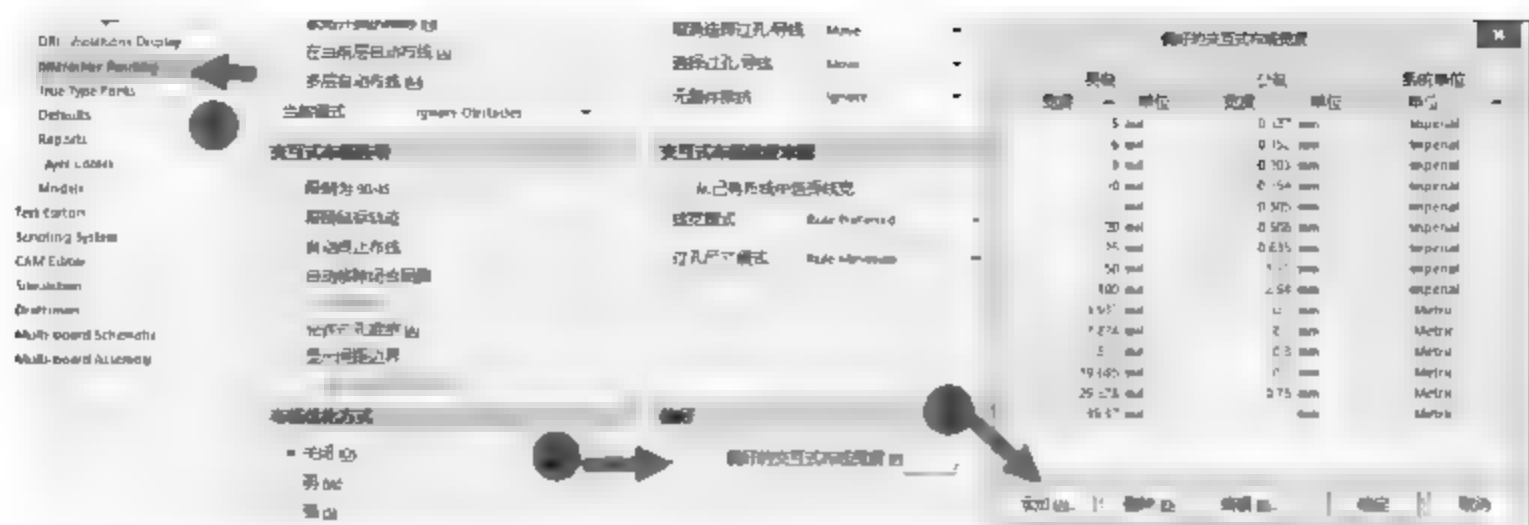

图 8-64 偏好的交互式布线宽度设置
(2) 布线状态下, 按快捷键 Shift + W, 在弹出的 Choose Width 对话框中选择需要的线宽即可。Choose Width 对话框中列出的可选线宽可到“优选项”>PCB Editor>Interactive Routing->“偏好的交互式布线宽度”中设置, 如图 8-64 所示。